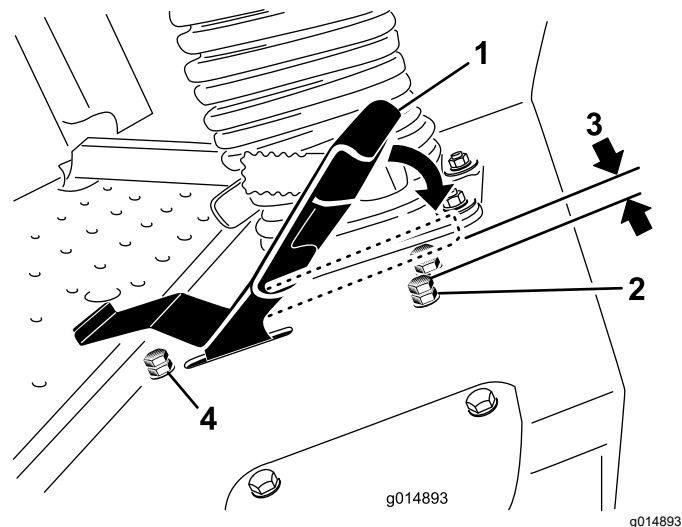

Figure 88
3. Desserrez l'écrou de blocage sur le boulon de butée de la pédale de déplacement (Figure 88).